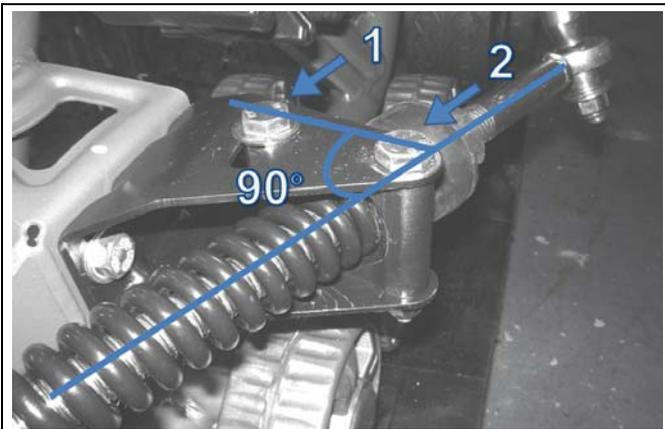

Figure 12
- Positionner le support pivotant de l'ancrage anti-rotation à  $90^\circ$  (perpendiculaire) au bras stabilisateur. Serré ensuite les deux boulons de fixation de l'ancrage anti-pivot (1) et (2) à un couple de 50 N-m. (Voir la Figure 12).